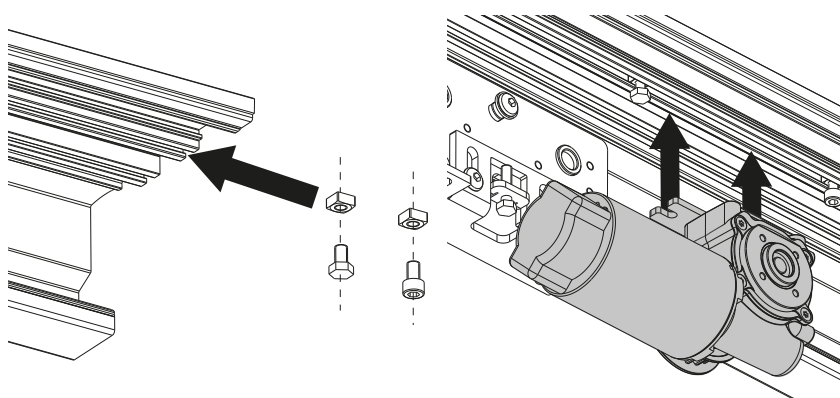
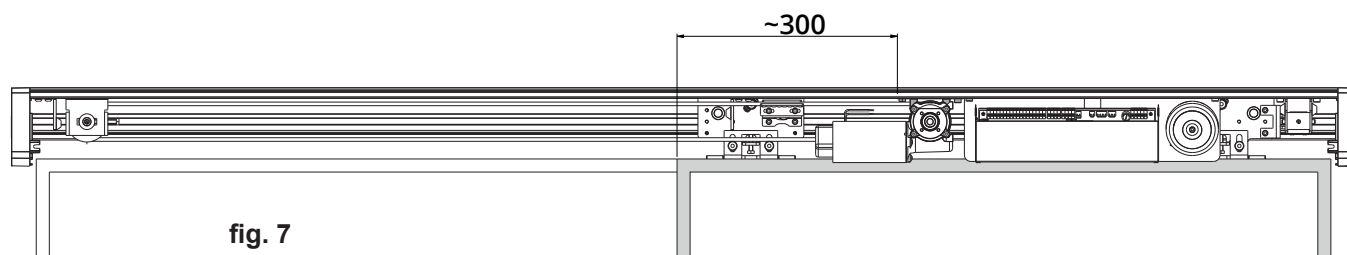
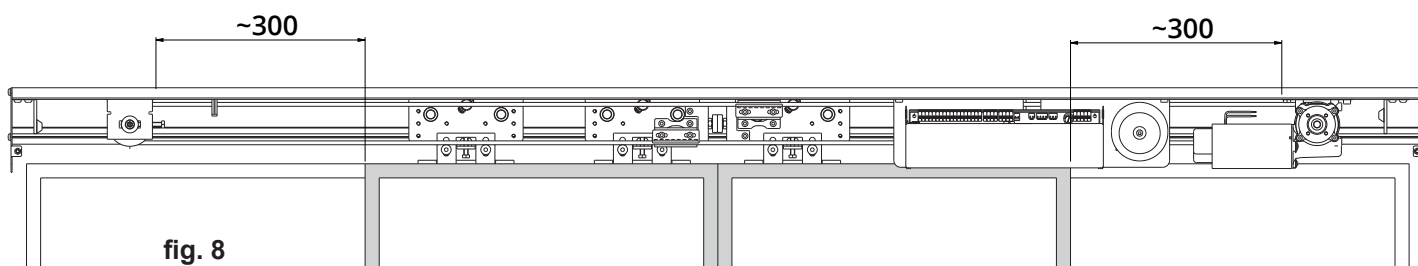
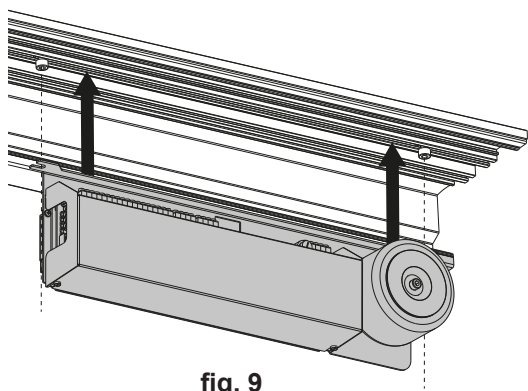

fig. 6
fig. 7
fig. 8
fig. 9
N.B. Solo per la porta automatica a 2 ante mobili: posizionare il tendicinghia calcolando $1/4$ della lunghezza della trave + 30 cm. Posizionare il tendicinghia sulla sinistra della trave (vedi fig. 8).
N.B. Only for the automatic gate with 2 moving leaves: position the belt tensioner calculating $1/4$ of the length of the beam + 30cm. Position the belt tensioner on the left of the beam (see fig. 8).
- allo stesso modo del tendicinghia montare e fermare il motoriduttore dalla parte **destra** della trave binario (vedi fig. 6) alla distanza, dall'asse centrale della trave, data da: $1/2$ lunghezza della trave passaggio + 30 cm (vedi fig. 7);
N.B. Per la porta automatica con 2 ante mobili il motore va montato a destra con una distanza paria a $1/4$ della lunghezza della trave passaggio + 30 cm (vedi fig. 8);
- *fit and secure the gearmotor on the right of the track beam, as you've done for the belt tensioner (see fig. 6), at the distance from the beam central axis given by: $1/2$ the length of the passing beam + 30cm (see fig. 7);*
N.B. For the automatic gate with 2 moving leaves, the motor must be fitted on the right at a distance equal to $1/4$ of the length of the passing beam + 30cm (see fig. 8);
- utilizzando le stesse modalità di fissaggio viste precedentemente, installare la centralina di comando e posizionarla subito dopo il motore a **destra** (vedi fig. 9, fig. 7 e fig. 8);
- using the same fixing procedure shown above, install the control unit and position it immediately after the motor on the right (see fig. 9, fig. 7 and fig. 8);